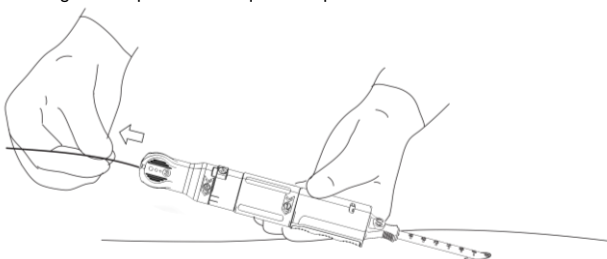

Figure 14. Retrait du guide.
- a. Localiser le repère « 3 » et retirer entièrement le guide du patient ainsi que le dispositif de fermeture PerQseal®. Le retrait du guide peut être effectué par un assistant. Figure 14.